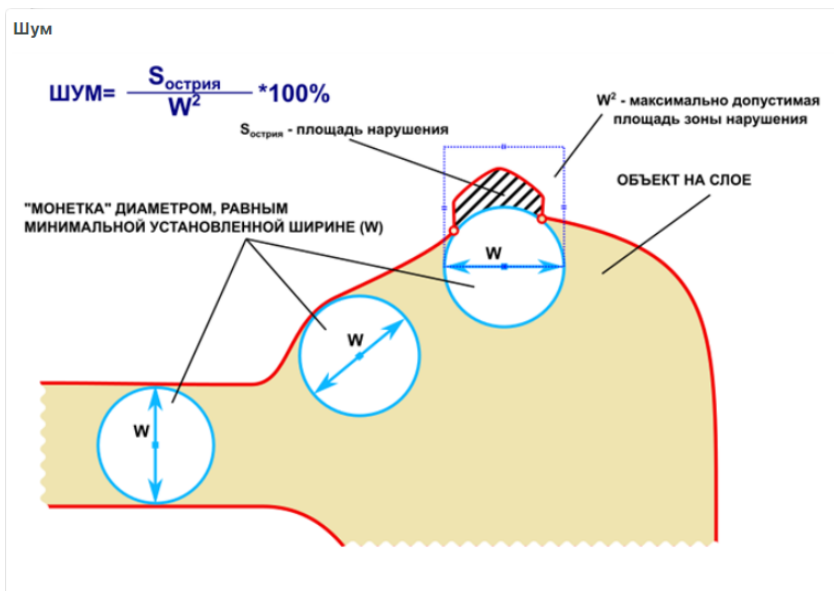

Рис. 478 Расчет значения шума
- максимального заданного значения шума: отношения площади острия к квадрату минимальной ширины (0% – 100%) для всех элементов, расположенных на выбранных слоях печатной платы, см. Рис. 478.